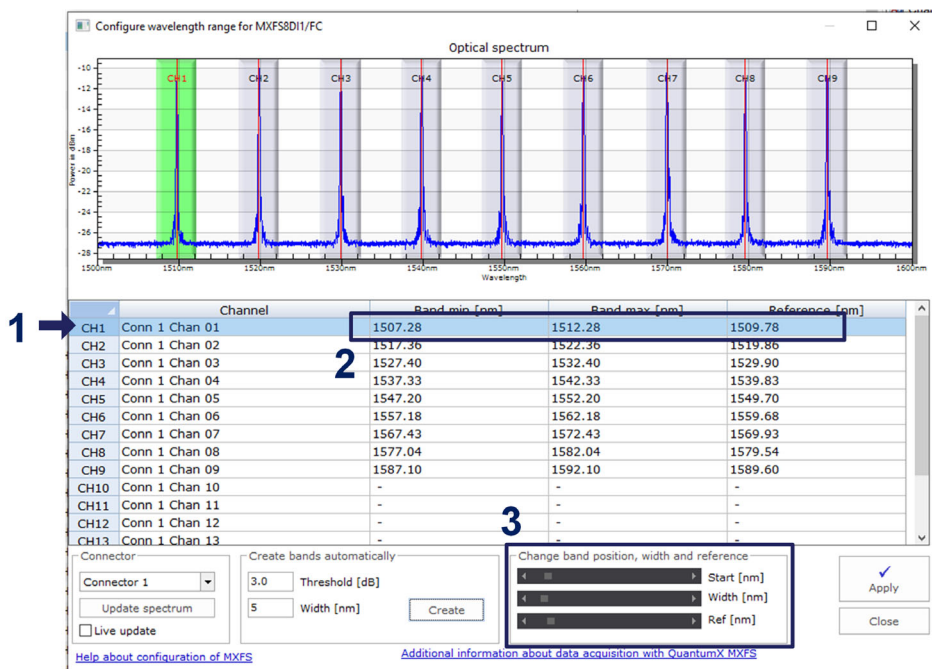

图5.12 调整波段
- ▶ 选择所需的通道线（线在表中以蓝色高亮显示，波段在图中以绿色高亮显示），如中1图5.12号所示。
- ▶ 在表中填写最小波段值、最大波段值和参考波长，如中2图5.12号所示。
- ▶ 或用底部的滚动条调整最小波段值、最大波段值和参考波长，如中3图5.12号所示。